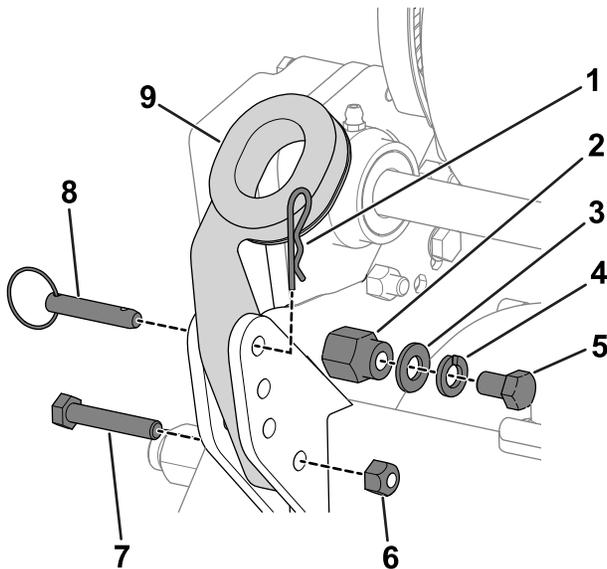

图3
- 卸下将手柄臂底部固定到机器两侧的螺栓5/16英寸、锁紧螺母、环形销和发卡销图3。
- 从机器两侧的安装销上卸下螺栓3/8英寸、垫圈和锁紧垫圈图3。
- 将手柄端穿过手柄臂上的孔并将孔与安装销对齐图3。
- 用之前卸下的螺栓5/16英寸、锁紧螺母、发卡销和环形销将手柄臂固定到机架后面图3。